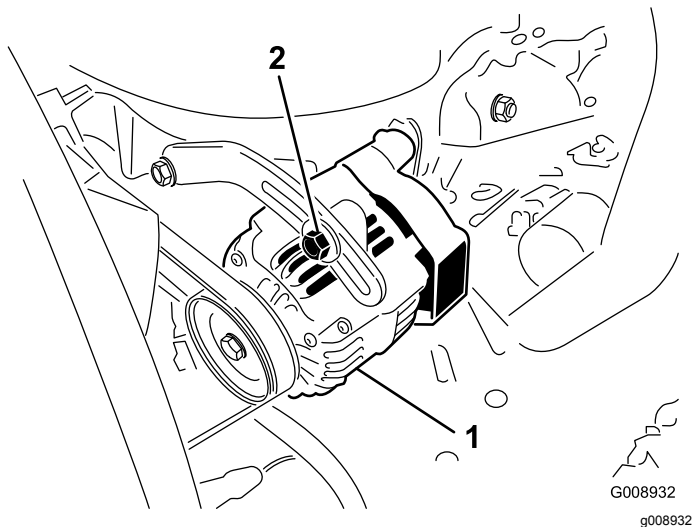

Figura 46
2. Se a deslocação obtida não for igual a 10 mm, deve desapertar os parafusos de montagem do alternador (Figura 46).